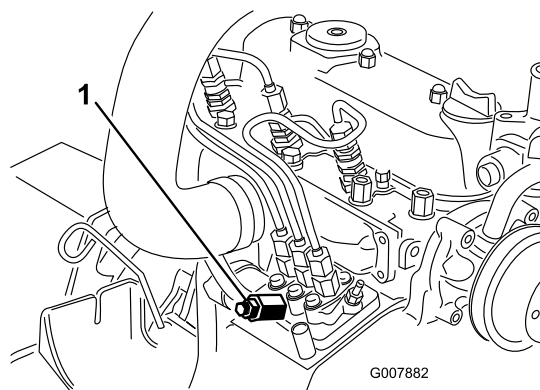

Figura 43
3. Mettete un cencio sotto la vite di spurgo dell'aria, sulla pompa d'iniezione del carburante, ed apritela (Figura 43).